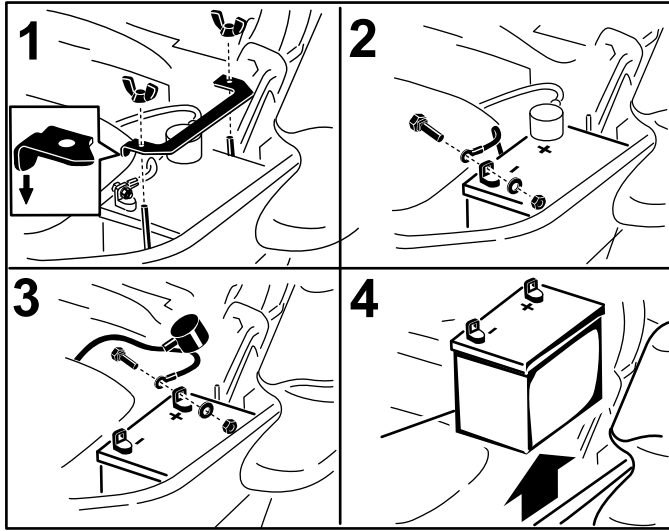

Bild 46
3. Klemmen Sie zunächst das Minuskabel (schwarz) vom Minuspol (-) (schwarz) der Batterie ab (Bild 46).
4. Schieben Sie die rote Polkappe vom Pluspol (rot) der Batterie ab, und klemmen Sie das Pluskabel (+) (rot) ab (Bild 46).
5. Nehmen Sie die Flügelmutter ab, mit denen die Batterieklammer befestigt ist (Bild 46).
6. Nehmen Sie die Klemme ab (Bild 46).
1. Legen Sie die Batterie in den Ständer, sodass die Klemmen auf der anderen Seite des Hydraulikbehälters sind (Bild 46).
4. Befestigen Sie die Kabel mit zwei Schrauben, 2 Scheiben und 2 Sicherungsmuttern (Bild 46).
6. Setzen Sie die Klemme auf auf und befestigen Sie sie mit der Flügelmutter (Bild 46).